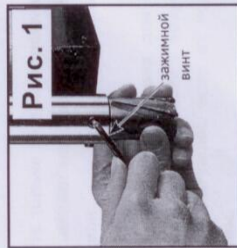

Рис. 1
3. Надежно затяните винт входящим в поставку Г-образным шестигранным ключом. (Рис. 1)